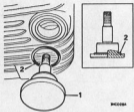

Abb. F.20
40. Drehposten der Winkelhebel aus dem Getriebegehäuse treiben, sofern der 'O'-Dichtung zu erwarmen ist; Abb. F.20.
53. Neuen O-Ring einfetten und auf den Drehposten der Winkelhebel setzen und in das Getriebegehäuse einreiben, Abb. F.20.